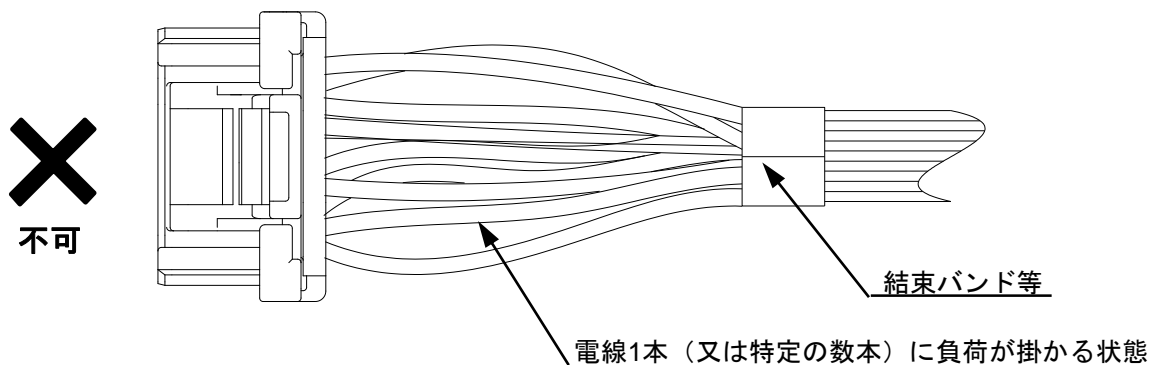

Fig.7-2 不適切なハーネス結束状態
- ② ハーネス品で、電線 1 本(又は特定の数本)に力が加わらない様にしてください。(Fig.7-2)